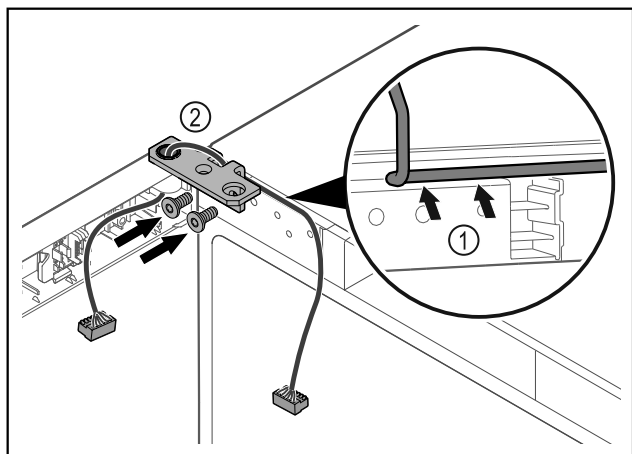

Fig. 48
- ▶ Kabel speljite skozi izrez tečaja kotnika in ga previdno zložite Fig. 48 (1).
- ▶ Privijte kotnik tečajev vrat Fig. 48 (2).